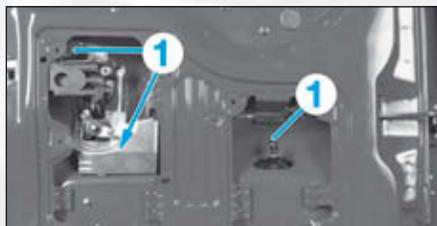

FIG.85
- Débrancher les connecteurs (1) suivant équipement (Fig.85).